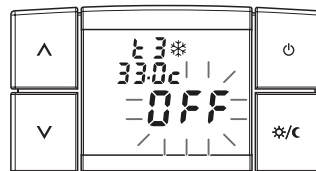

fig. 33
- Dalla visualizzazione a fig. 33, premendo il tasto **☀️/❄️** si passa alla funzione successiva (vedere paragr. 5.2/e)